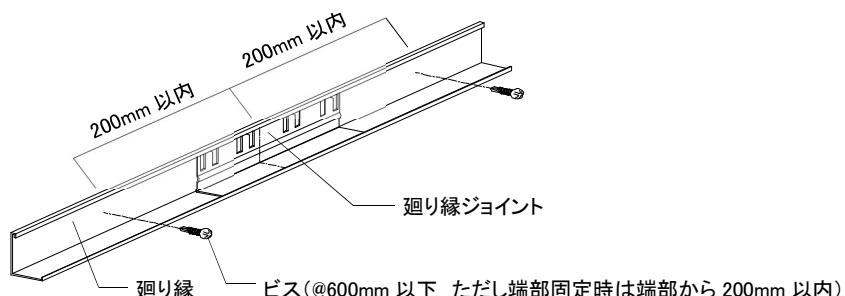

図2-5-1 回り縁端部のビス固定位置
①基準墨に沿って回り縁をビスピッチ@600 mm以下で固定する。端部固定時は回り縁ジョイントと干渉しないように、端部から 200 mm以内に固定する。(図 2-5-1 参照)